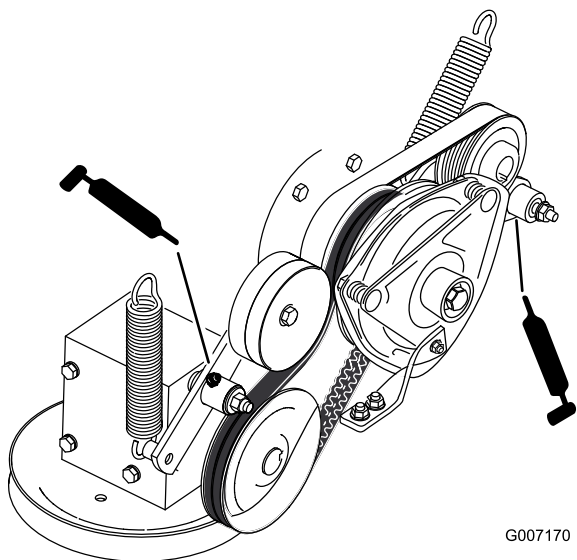

Bild 56
8. Fetten Sie den Spannarm des Zapfwellenkeilriemens ein (Bild 56).
9. Fetten Sie den Spannarm des Pumpenriemens ein (Bild 56).